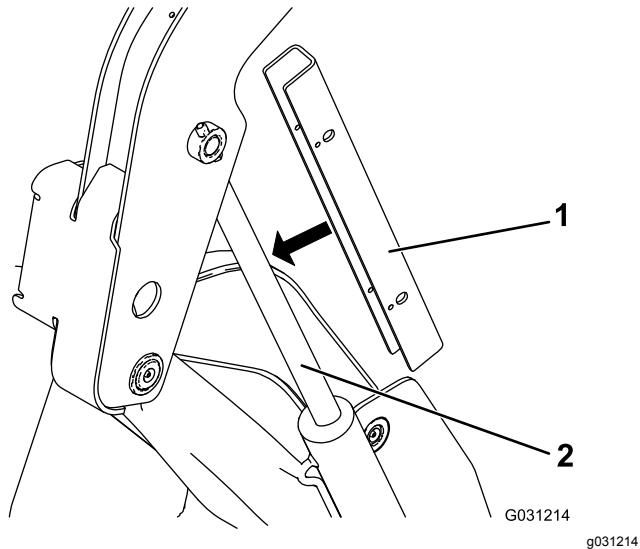

Figura 38
5. Infilate i blocchi del cilindro sull'asta del cilindro di sollevamento (Figura 38).